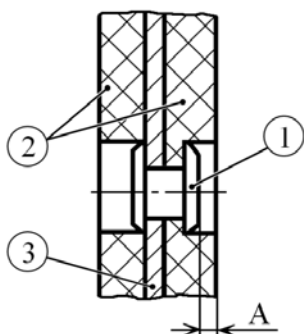

Рисунок 4 – Определение величины износа фрикционных накладок:
3.2 Осмотреть фрикционные накладки ведомого диска. Трещины и расслоения не допускаются. Замерить расстояние А, рисунок 4, между торцом заклепки 1 и рабочей поверхностью накладки 2. При величине $A=0,2$ мм и менее – ведомый диск подлежит замене (штангенциркуль ШЦ 1-125-01).